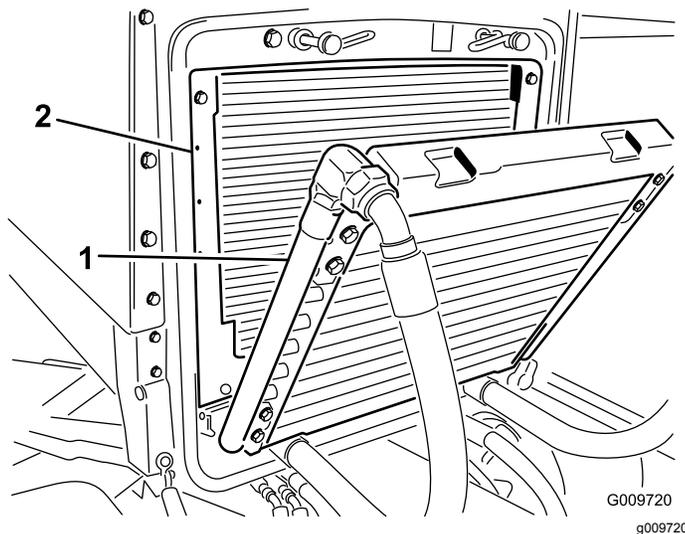

図 52
3. クーラを後ろに傾ける。オイルクーラとラジエターの裏表を 図 52 圧縮空気で丁寧に清掃する。機体の前側からエアを吹きつけて後ろ側にゴミを吹き飛ばします。その後、今度は後ろ側から前側に向かって吹きつけて清掃します。この作業を数回繰り返してごみやほこりを十分に落としてください。